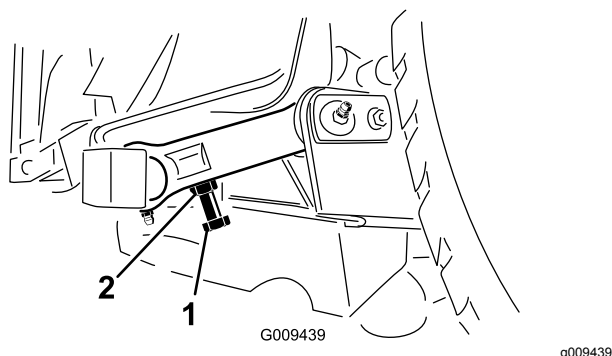

Bild 29
3. Sie können den Abstand mit der Einstellschraube am hinteren Gelenkverbindungsteil des Mähwerks einstellen (**Bild 29**). Lösen Sie die Klemmmutter an der Einstellschraube. Lösen oder ziehen Sie die Einstellschrauben an, bis ein Abstand von 10 bis 16 mm erreicht ist. Ziehen Sie dann die Klemmmutter fest.